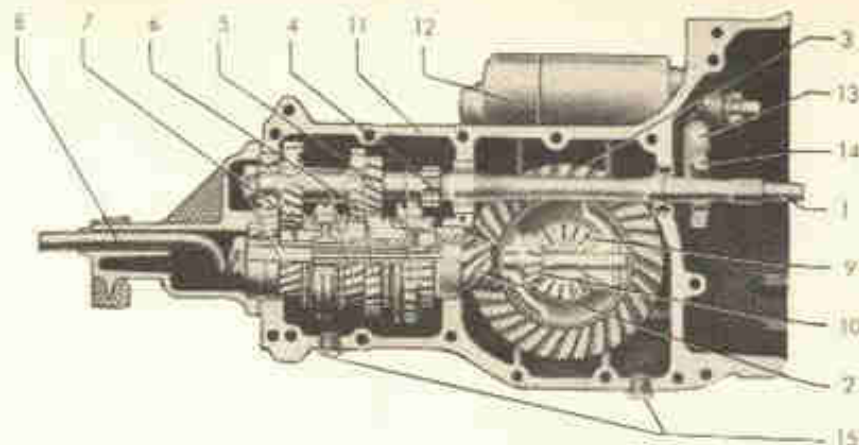
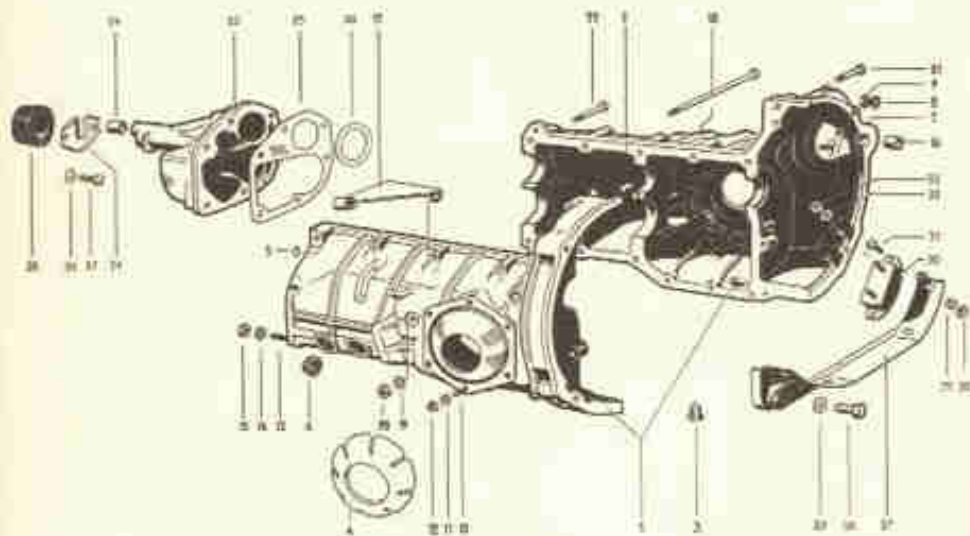

Fig. 1-J — Corte longitudinal da caixa de mudanças e diferencial
Fig. 6-J — Carcaça e peças externas da caixa de mudanças parcialmente sincronizada.
A caixa em si se compõe da árvore primária, com suas engrenagens, e a árvore secundária com engrenagens e sincronizadores, ambas apoiadas em rolamentos como se vê na fig. 1-J. As figs. 6 e 7-J mostram essas peças desmontadas. O pinhão do diferencial faz parte integrante da árvore secundária.
As semi-árvores são protegidas por dois tubos ("trombetas") e possuem ainda duas sanfonas de borracha para evitar o vazamento de óleo (4. fig. 1-M, pág. 178). Na extremidade da roda, a semi-árvore se apoia em um rolamento nos sedans e 2 nos utilitários, encerrados em uma pequena carcaça e bem protegidos contra o pó por vedadores e centralizados por buchas de metal macio.
A fig. 1-M (pág. 178) mostra essas peças destacadas.
— A fig. 1-M mostra a sequência das peças que devem ser retiradas: o retentor do rolamento (28), presa pelos parafusos (31) e o vedador (29). (V. pág. 178)
— Se o objetivo é a retirada do rolamento, então retira-se também o prato do freio e pode-se então retirar o espaçador externo (27), as juntas e arruelas (24, 25 e 26), nos sedans. (Fig. 1-M, pág. 178).